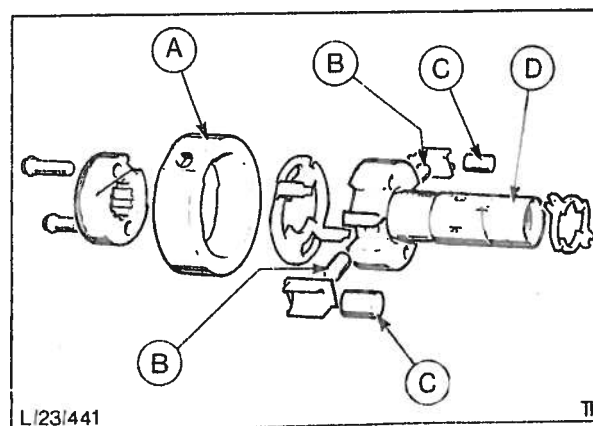

Fig. 6 Rotor og stempelenhet.
B. Fordelerrotor og stempelenhet, fig. 6.